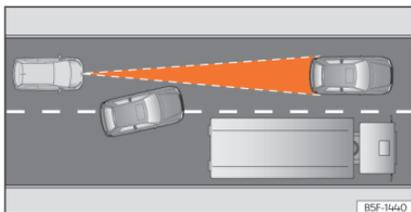

Abb. 139 Fahrspurwechsel eines anderen Fahrzeugs.
- Fahrzeuge, die in geringem Abstand auf die eigene Fahrspur wechseln »» (Abb. 139).